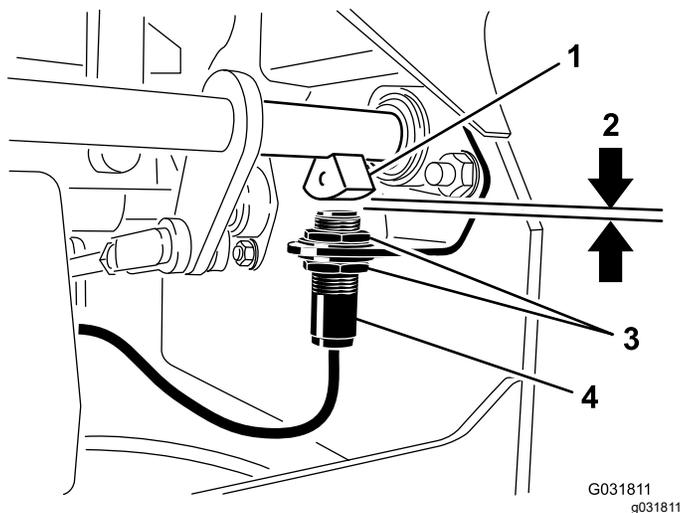

Figura 46
4. Desloque o interruptor para cima ou para baixo no suporte até que a distância entre o sensor do eixo do travão e o êmbolo do interruptor seja de 4 mm, como se mostra na Figura 46.